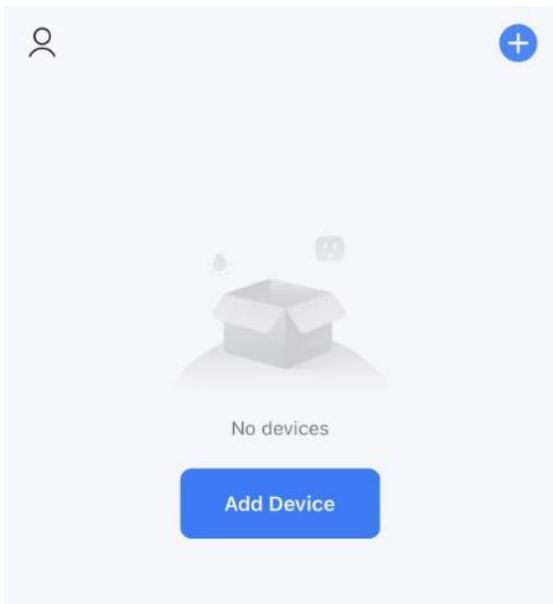

Abb. 1
2. Registrieren Sie sich oder melden Sie sich in Ihrem App-Konto an. Tippen Sie oben rechts auf „+“ oder auf die Schaltfläche „Add Device“, um Ihr Gerät hinzuzufügen. (Abb.1) **Hinweis:** Wenn Bluetooth auf Ihrem Telefon aktiviert ist, wird das Gerät automatisch erkannt, wie in Abb. 8 gezeigt; tippen Sie auf „Add“ (Hinzufügen). Geben Sie die WLAN-Informationen ein, wie in Abb. 9, und tippen Sie dann auf „Next“ (Weiter). Warten Sie, bis Sie Abb.10 erhalten und tippen Sie dann auf „Done“. Nun können Sie das Gerät über die App-Oberfläche bedienen. Tippen Sie auf die Schaltflächen, um Ihr Gerät einzustellen. Alternativ können Sie den nachfolgenden Schritten folgen, um das Gerät manuell hinzuzufügen.